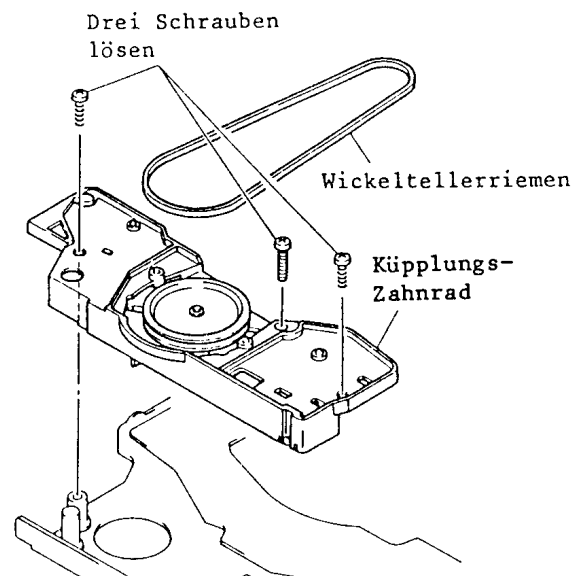

Abb. 7-30 Kupplungs-Zahnrad
30. Kupplungs-Zahnrad (Abb. 7-30)